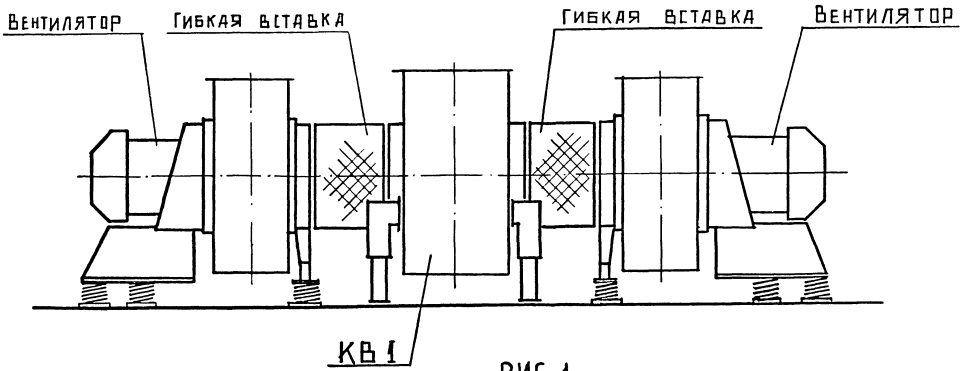

РИС. 1
- Рис. 1. КВ1-2,5..КВ1-I6. Короб жестко установлен на фундаменте, с вентиляторами соединен через гибкие вставки серии 5.904-38.